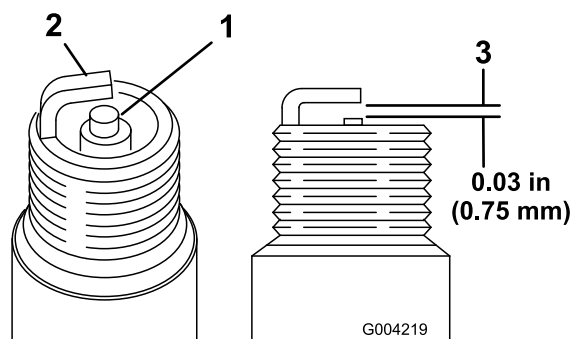

图50
1. 查看两个火花塞的中心 图50。如果您看到绝缘体上有浅棕色或浅灰色涂层、说明发动机运行正常。如果绝缘体上的涂层为黑色、则通常意味着空气滤清器已变脏。
2. 检查中心电极与侧电极之间的间隙 图50。
3. 如果间隙不正确请弯转侧电极 图50。